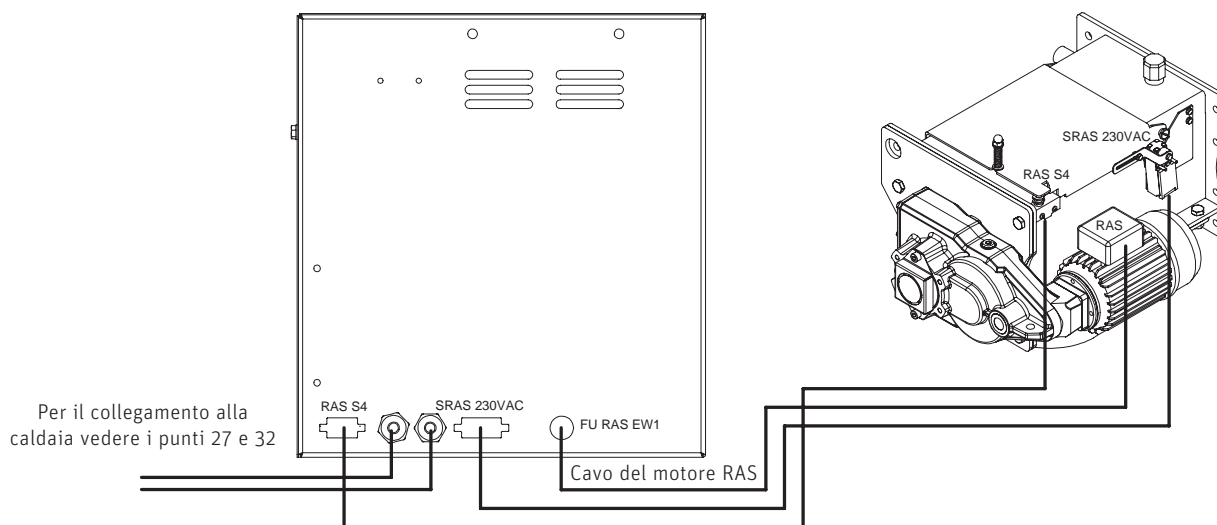

Fig. 151 Inserire i connettori RAS S4 e SRAS 230 V dell'unità di trasferimento
- ▶ Inserire i due cavi (RAS S4 e SRAS 230 V) dell'unità di trasferimento nel quadro di comando 4 – Fig. 151.